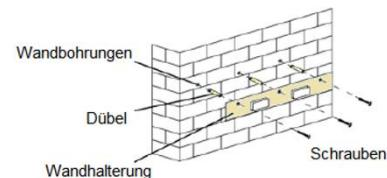

Bild 1
2. Borra tre hål i väggen (se bild 1).